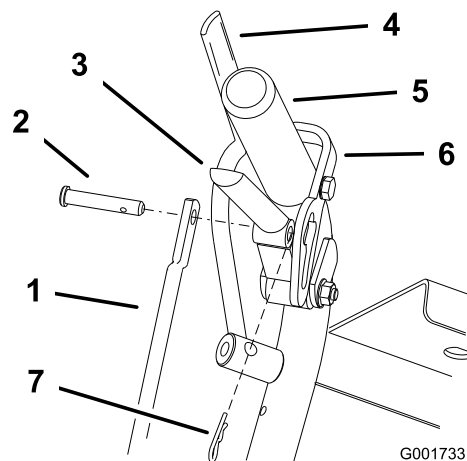
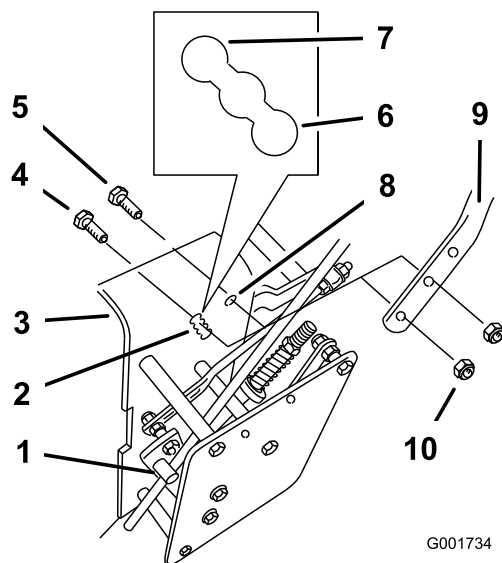

Рисунок 18
Рисунок 19
- Снимите игольчатые шплинты и шплинтуемые штифты с рычагов привода и фиксаторов нейтрального положения (Рисунок 18).
- Ослабьте верхние фланцевые болты (3/8 x 1-1/4 дюйма) и фланцевую гайку крепления рукоятки к задней раме (Рисунок 19).
- Выверните нижние фланцевые болты (3/8 x 1 дюйм) и фланцевые гайки, которые крепят рукоятку к задней раме (Рисунок 19).
5. Отрегулируйте длину тяги управления, повернув тягу в ее опоре (Рисунок 18 и Рисунок 19).
6. Установите игольчатый шплинт между рычагами привода и фиксаторами нейтрального положения и в шплинтуемые штифты (Рисунок 18).